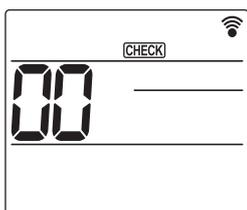

Fig. 7-7
- Appuyez sur la touche **MENU** pendant 5 secondes. (Fig. 7-7)